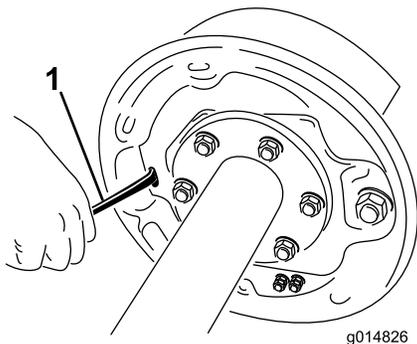

图 51
4. 用螺丝刀转动调整装置组件的星形轮以扩展刹车片(图 51)。